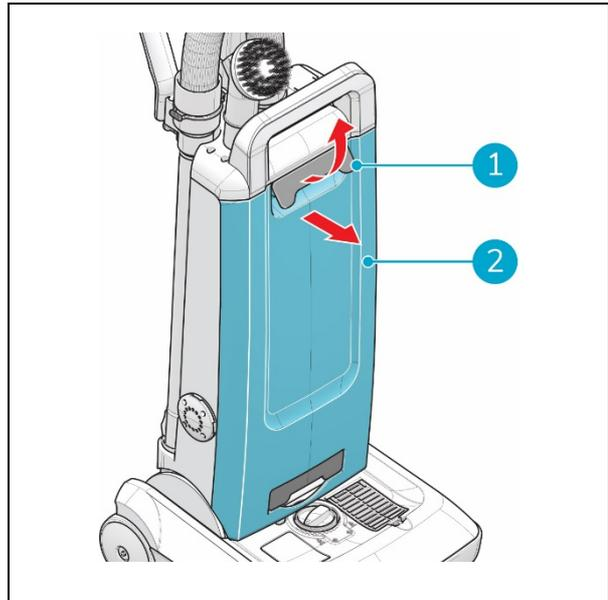

Figura 21
1. Tirare la maniglia di rilascio del coperchio anteriore (Figura 21, pos 1) ed estrarre il coperchio anteriore (Figura 21, pos 2).